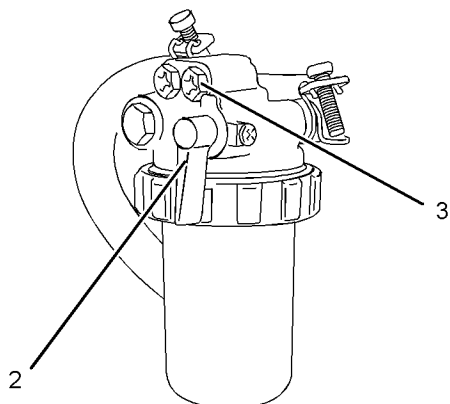
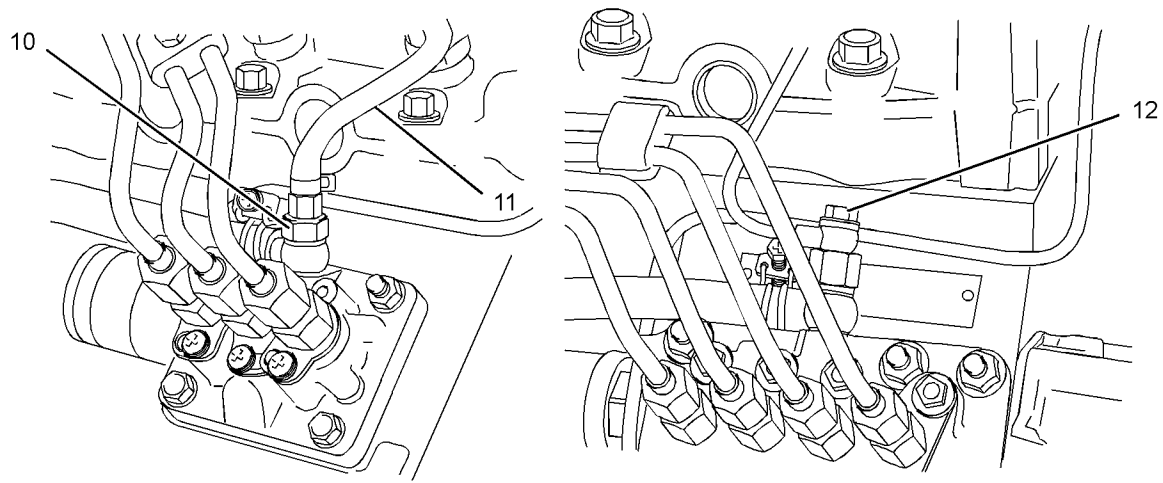

图 50
图 54
1. 确保有滤芯的燃油滤清器燃油阀 (2) 处在接通 (ON) 位置。请参考图 50。
3. 泵压手动注油泵 (6)。当排气螺钉中流出不含气泡的燃油时，拧紧排气螺钉。
4. 松开喷油泵上的接头 (10 或 12)。请参考图 54。
3. 泵压直列注油泵 (7)。当排气螺钉中流出不含气泡的燃油时, 拧紧排气螺钉。
3. 运行电动注油泵 (8)。当排气螺钉中流出不含气泡的燃油时, 拧紧排气螺钉。切断电动注油泵。
3. 运行输油泵 (9)。当排气螺钉中流出不含气泡的燃油时, 拧紧排气螺钉。停止输油泵。